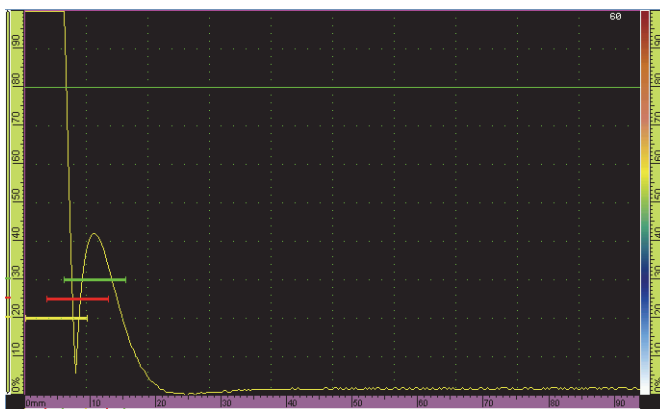

Figura 6-15 Una griglia verde nella vista A-scan
1. Toccare la sezione **Opzioni** della barra del titolo ed in seguito selezionare **Griglia**. La griglia appare nella vista A-scan (vedere Figura 6-15 a pagina 200).